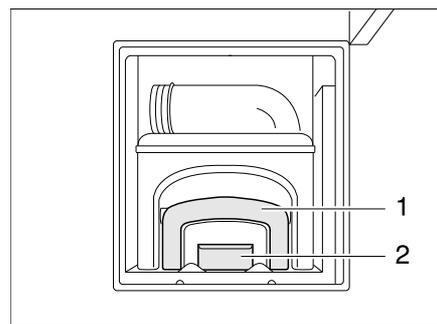

Bild 252 Zugang Fäkalientank, geöffnet
- Entriegelung (Bild 252,2) betätigen und Fäkalientank (Kassette) am Griff (Bild 252,1) herausziehen.